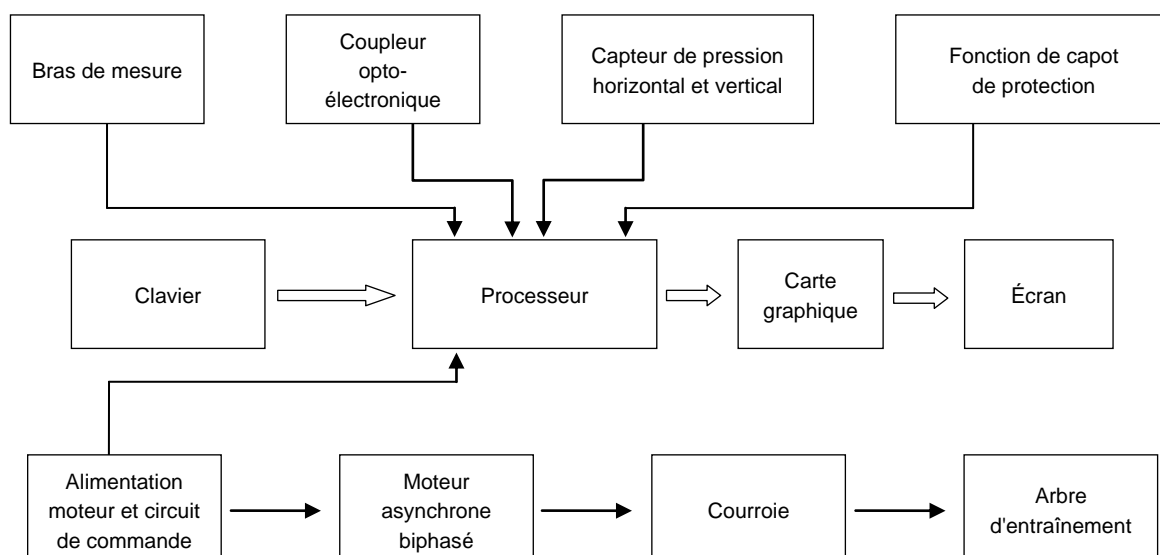

Figure 1.1
2.2 Ordinateur (figure 1.1)
Schéma des éléments de la machine (voir figure 1.1)